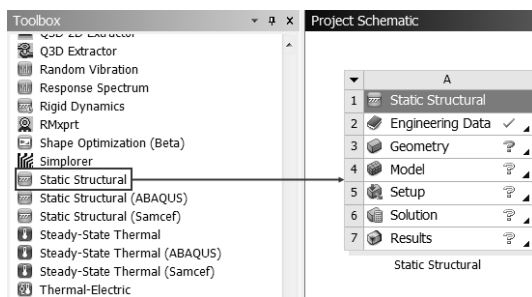

图 5-5 创建分析项目 A
Step2 :双击主界面 Toolbox (工具箱) 中的 Analysis Systems Static Structural (静态结构分析) 命令,即可在 Project Schematic (项目管理区) 创建分析项目 A,如图 5-5 所示。